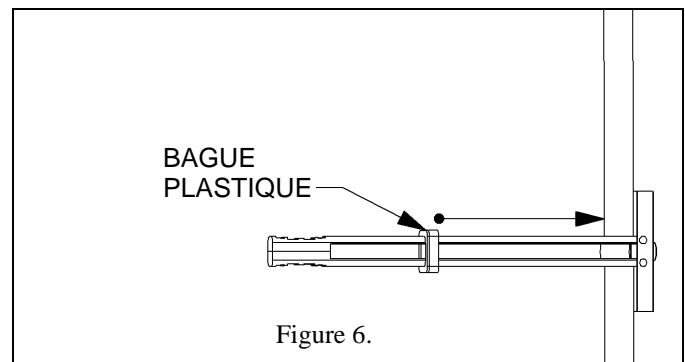

Figure 6.
4. Faites glisser la bague plastique de l'ancrage vers la surface du mur (voir la Figure 6).